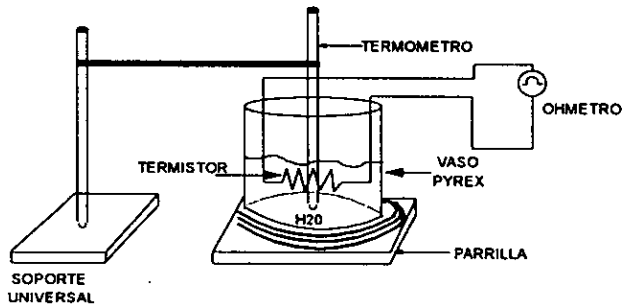

FIG. 5
n) Implemente el dispositivo que se muestra en la fig. 5